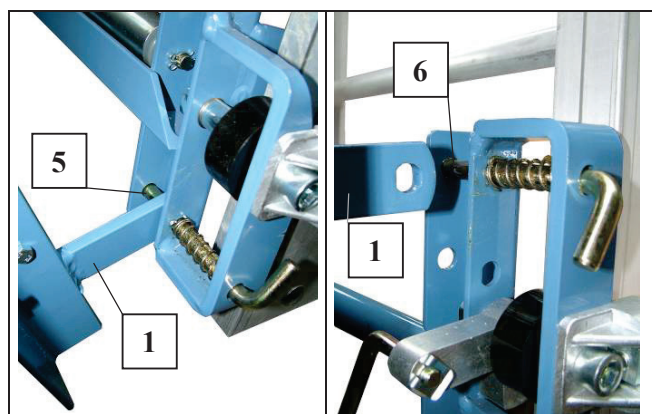

Рис. 42 Монтаж универсальной платформы
- Подвесить комбинируемую платформу (как и универсальную платформу) к пружинным затворам на салазках и установить в оба верхних пружинных затвора (см. Рис. 42).
- Вынуть фиксатор опоры (4).
- Потянуть и откинуть телескопическую трубу (8) из стопорного винта (9).
- Снова вставить телескопическую трубу (8).